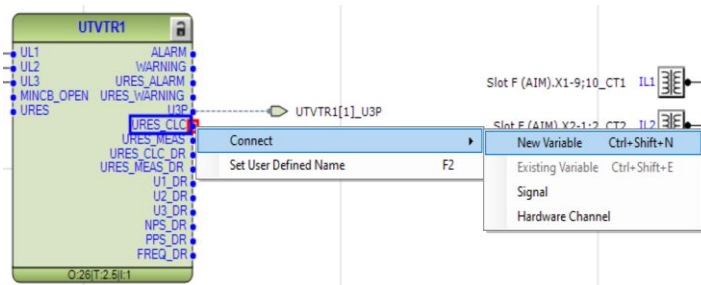

Imagen 59_Conexión de una nueva variable en la salida URES_CLC del bloque UTVTR1
2.1.17 Como se observa en la **Imagen 59**, haremos lo mismo para la salida "URES_CLC", con clic derecho y posteriormente seleccionamos "Connect - New Variable"